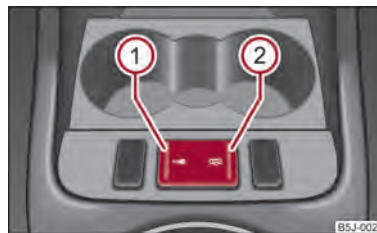

Fig. 13 Consola centrală: Tasta de închidere centralizată
- Apăsați tasta ① ⇒ fig. 13. Simbolul  din tastă se aprinde.
- Apăsați tasta ② ⇒ fig. 13. Simbolul  din tastă se stinge.